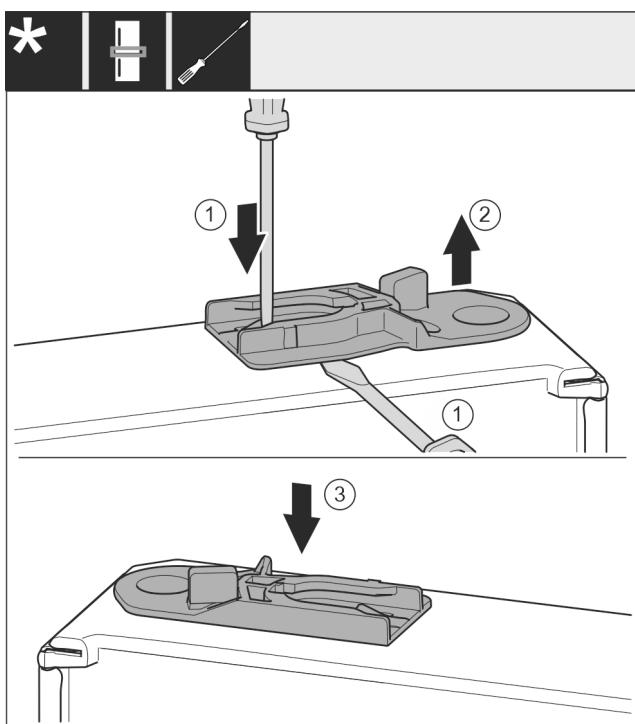

Fig. 38 *
- Vytáhněte vodicí pouzdro: Stiskněte lamelu plochým šroubovákem a současně jím zajedte pod vodicí pouzdro. *Fig. 38 (1, 2)**
- Vodicí pouzdro, které je součástí rozsahu dodávky nasuňte na druhé straně skříně. *Fig. 38 (3)**